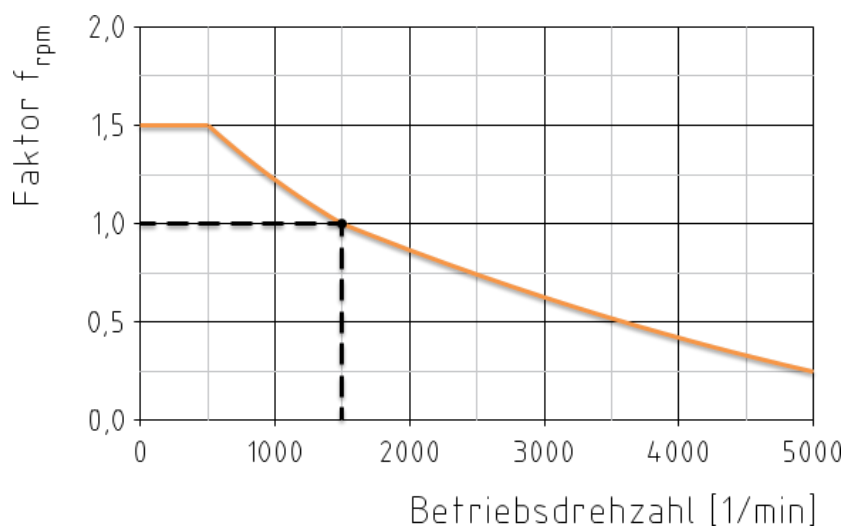

Bild 18: Diagramm der Versatzkorrektur
- Die aufgeführten radialen und winkligen Verlagerungswerte beziehen sich auf eine Referenzdrehzahl von 1500 1/min. Mit dem Diagramm der Versatzkorrektur (siehe Bild 18) erfolgt eine drehzahlabhängige Erhöhung oder Reduzierung der Verlagerungswerte durch den Faktor f_{rpm} . Die Verlagerungswerte zwischen den angegebenen Drehzahlen sind entsprechend zu interpolieren.